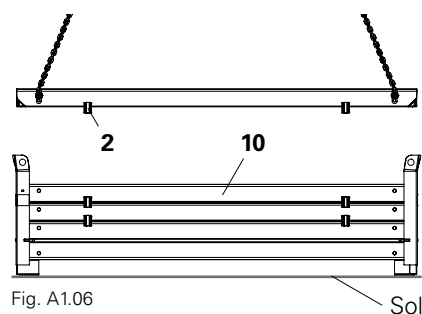

Fig. A1.06
- Retirer les éléments (10) des équerres de stockage, un par un ou par pile de 4 éléments max. (Fig. A1.06)
3. Relever le panneau du rack de stockage. (Fig. A1.06)
4. Retirer la cale de gerbage MX (2) – 4x par élément.
8. Fixer le crochet (13) à l'élément – 2x.